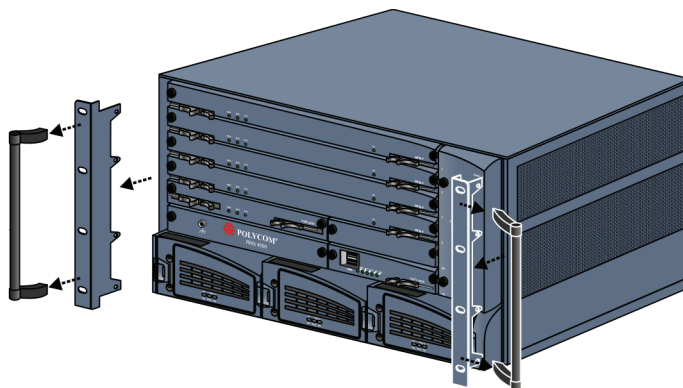

Рис. 1-4 Удаление и установка кронштейнов 19" и 23"
- 1 При установке RMX 4000 в стойку 23" необходимо сначала снять с MCU рукоятки, а затем кронштейны для стойки 19". Это изображено на Рис. 1-4.